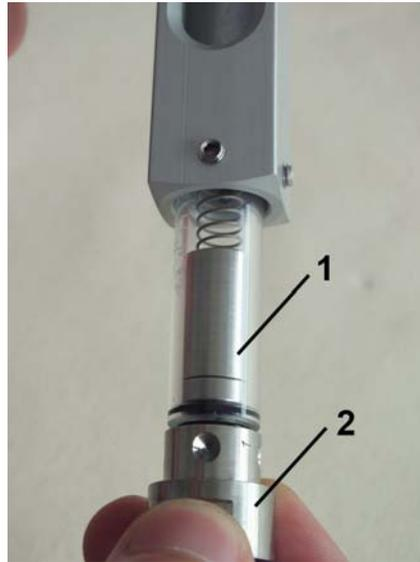

Abb. 36: Innenteile herausziehen
- 4.** ➤ Innenteile (Abb. 36/1) des Gerätes (Schauglas, Feder und Schwebekörper) als Einheit mit der Verschraubung (Eingang) (Abb. 36/2) vorsichtig von unten aus der Gerätehülle herausziehen